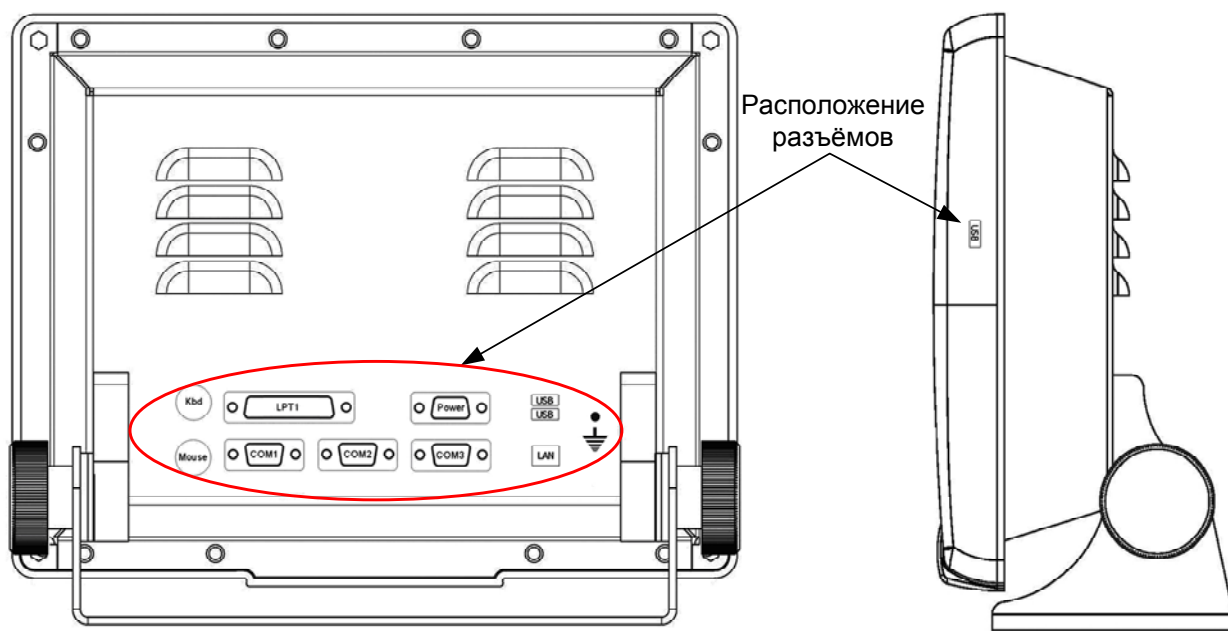
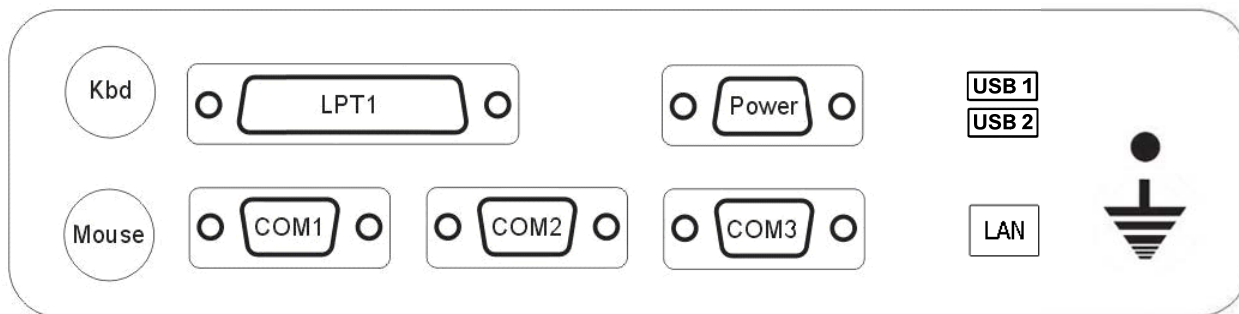

Рисунок 5. Расположение разъемов ТД.
Рисунок 6. Назначение разъемов ТД DT-310.
1. Заземлите корпус ТД на общую шину заземления. Болт заземления (M5) расположен с обратной стороны ТД рядом с разъемами USB и LAN (смотрите Рисунок 5, Рисунок 6).
Подключение внешних устройств и сети электропитания к ТД осуществляется с помощью разъемов, выведенных на заднюю панель ТД и разъёма USB, выведенного на правую боковую панель ТД (смотрите Рисунок 5 и Рисунок 6).